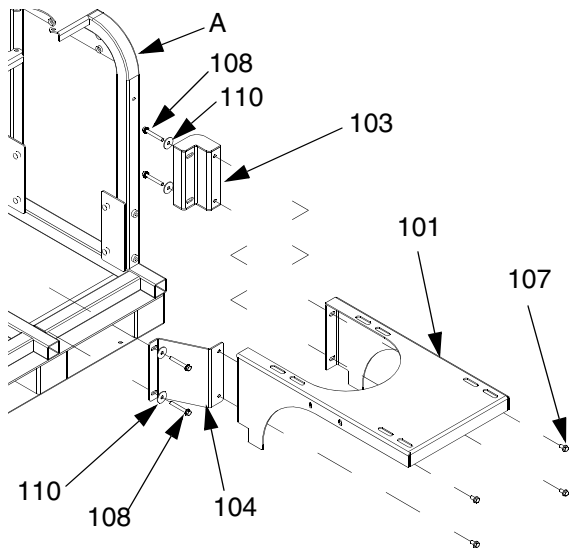

ABB. 6: Rückseite des Rahmens
- b. Für zweiten Trichter (D) auf anderer Seite des Rahmens (A) wiederholen.
2. Trichter (D) auf Rückseite des Rahmens (A) befestigen. Siehe ABB. 6.